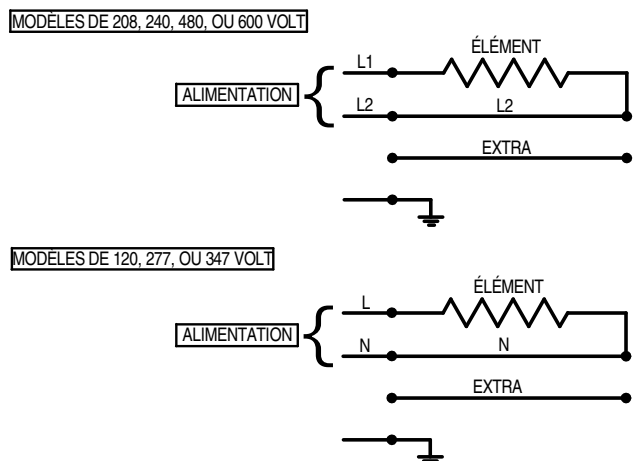

FIGURE 8 2 APPAREILS DE CHAUFFAGE
- L. Si deux appareils de chauffage ou plus doivent être raccordés ensemble en parallèle, consultez les FIGURES 8 et 9 pour plus de détails. Dans ce cas, les couvercles d'extrémité adjacents de chaque appareil sont enlevés et non utilisés, mais la plaque de jonction facultative doit être utilisée. Tout connecteur supplémentaire nécessaire doit être conçu pour un fonctionnement à au moins 90 °C.